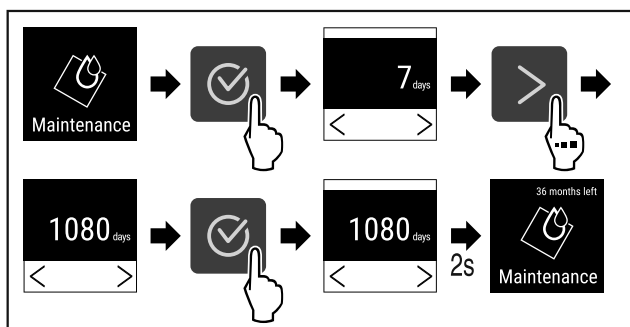

Fig. 69
- ▶ Udfør handlingstrinene (se Fig. 69).